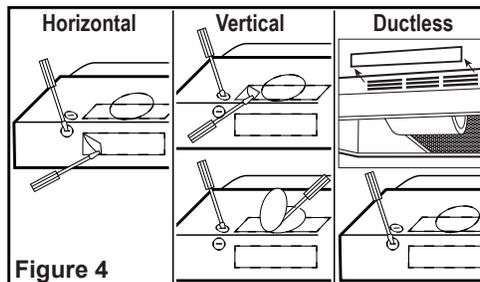

Figure 4
- Horizontal or Vertical** - Remove the square knockout by inserting a screw driver under the edge and break the tabs holding it in place. Peel back with pliers (Figure 4).
- Ductless** - Remove the hood's front louver cover, exposing the front air slots. To remove louver slide to one side and lift the trailing edge. Do not use a screwdriver or any other object that could scratch the hood (Figure 4).
- 7" Round** - Remove the round knockout located on the top of the hood by inserting a screw driver under the edge and break the tabs holding it in place. Peel back with pliers (Figure 4).
- Determine where the electrical service will enter the hood and remove the appropriate electrical knockout by inserting a screw driver into the slot and rocking back and forth until the knockout comes loose (Figure 4).
- Horizontal ou Vertical** - Enlever l'alvéole défonçable en insérant un tournevis sous le contour et casser les attaches qui le retiennent en place. Peler avec des pinces (Figure 4).
- Sans Conduit** - enlever le cache persienne, exposant les fentes à air à l'avant. Pour enlever les persiennes glisser vers un côté et soulever le flanc arrière. Ne pas utiliser de tournevis ou autre objet qui pourrait endommager la hotte (Figure 4).
- Rond de 17,78 cm (7 po)** - enlever l'alvéole défonçable située sur le dessus de la hotte en insérant un tournevis sous le rebord et briser les attaches qui la maintiennent en place. Peler avec des pinces (Figure 4).
- Déterminer où le service électrique entrera dans la hotte et enlever les alvéoles défonçables électriques appropriées en insérant un tournevis dans la fente et en en repliant vers l'avant et l'arrière jusqu'à ce que les alvéoles deviennent lâches (Figure 4).